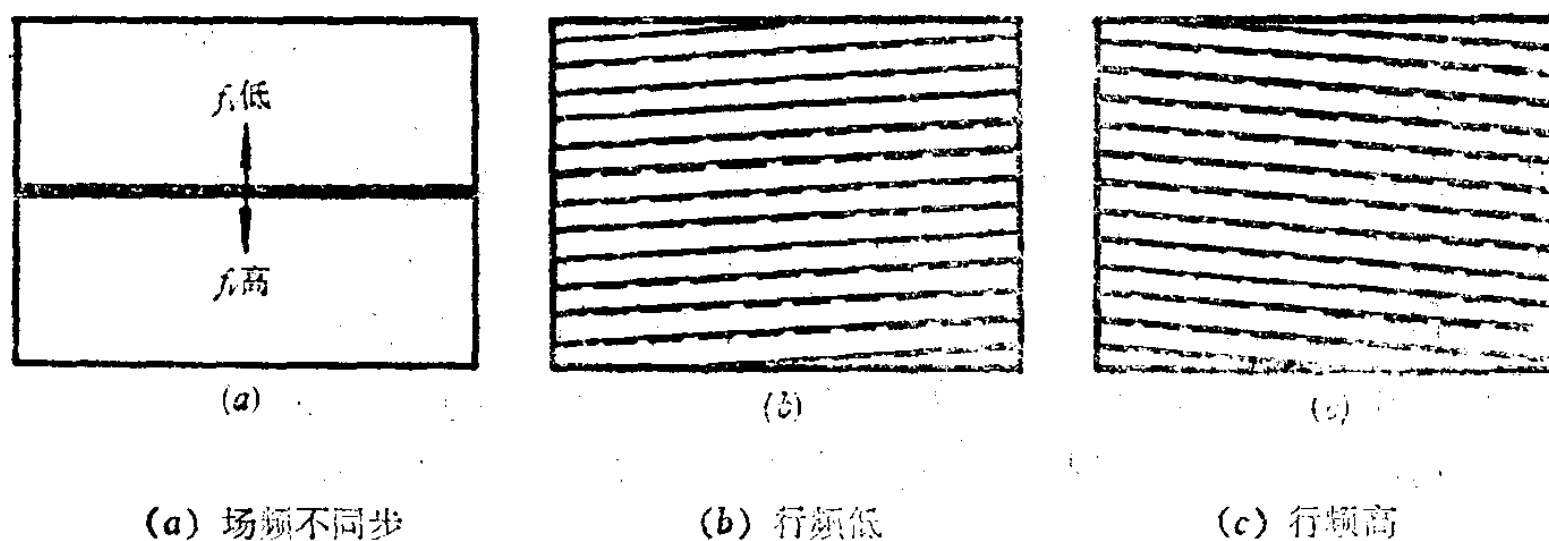
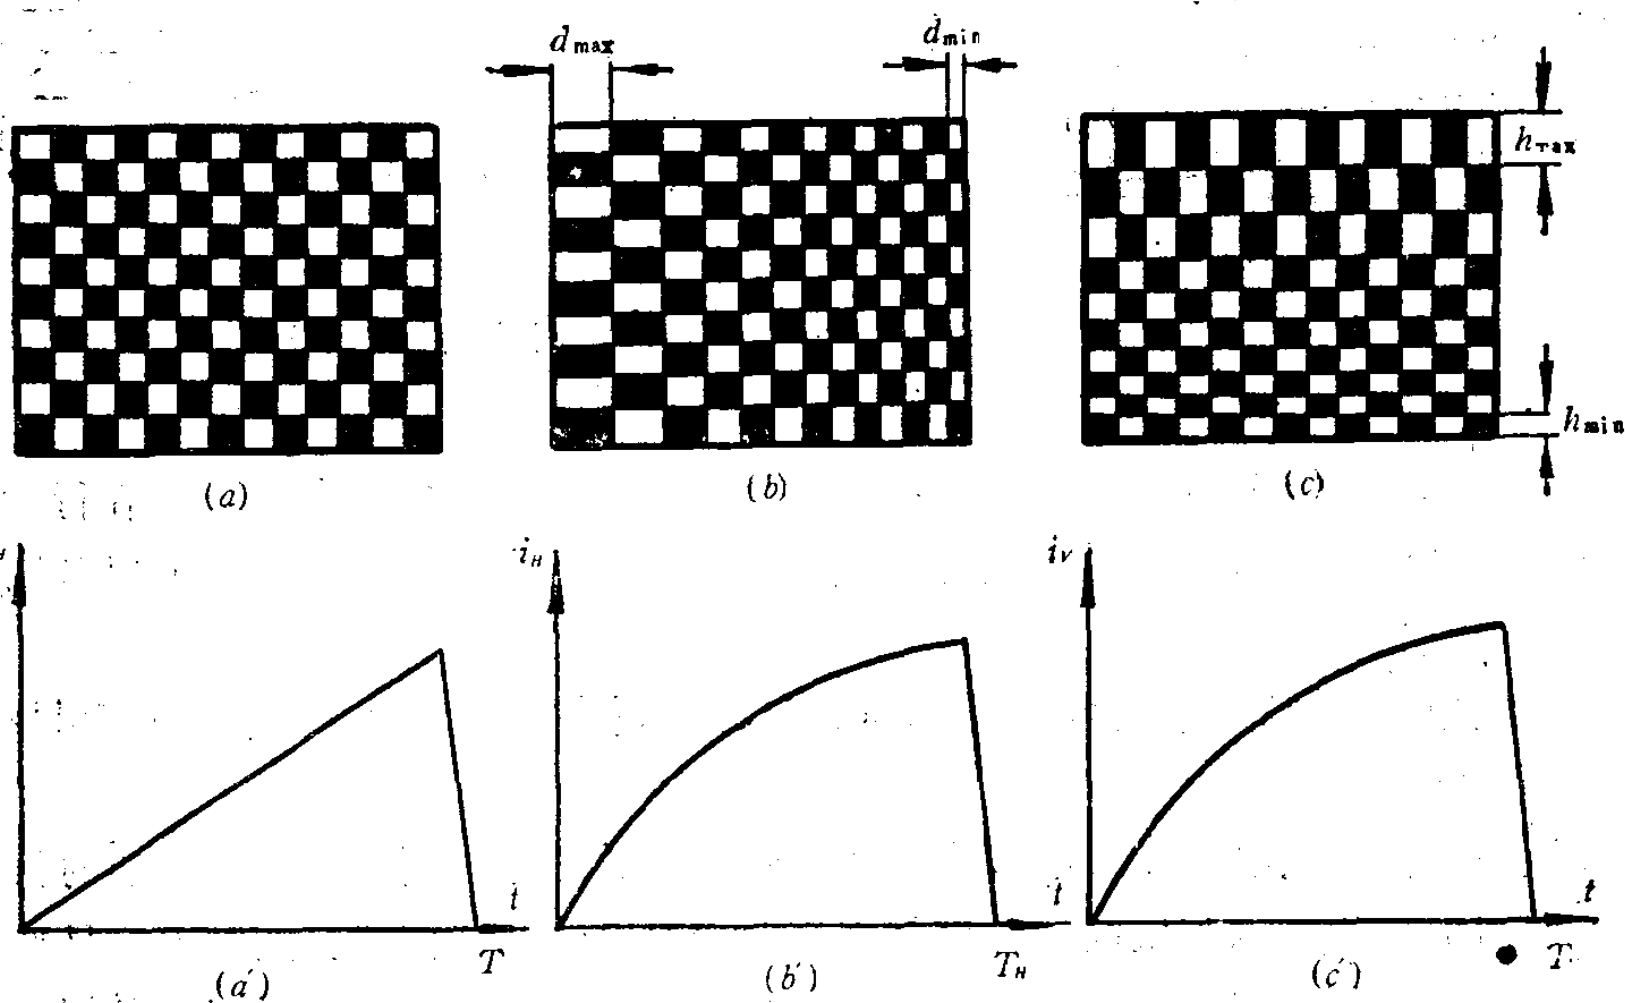

图 1-4 行、场频不同步的异常画面
图 1-6 图象非线性畸变
5. 同步和消隐 在电视系统中,为了能正确地传送图象,要求收端与发端的扫描必须同步。所谓同步是指收端与发端的扫描点应有一一对应的几何位置。实际上,只要收端和发端的扫描电流的频率、起始相位和电流变化率相同,就可实现同步扫描。如果扫描过程中失去同步(或称不同步),轻则使图象变形或不稳定,重则将破坏图象而不能收看,如图1-4~图1-6所示。